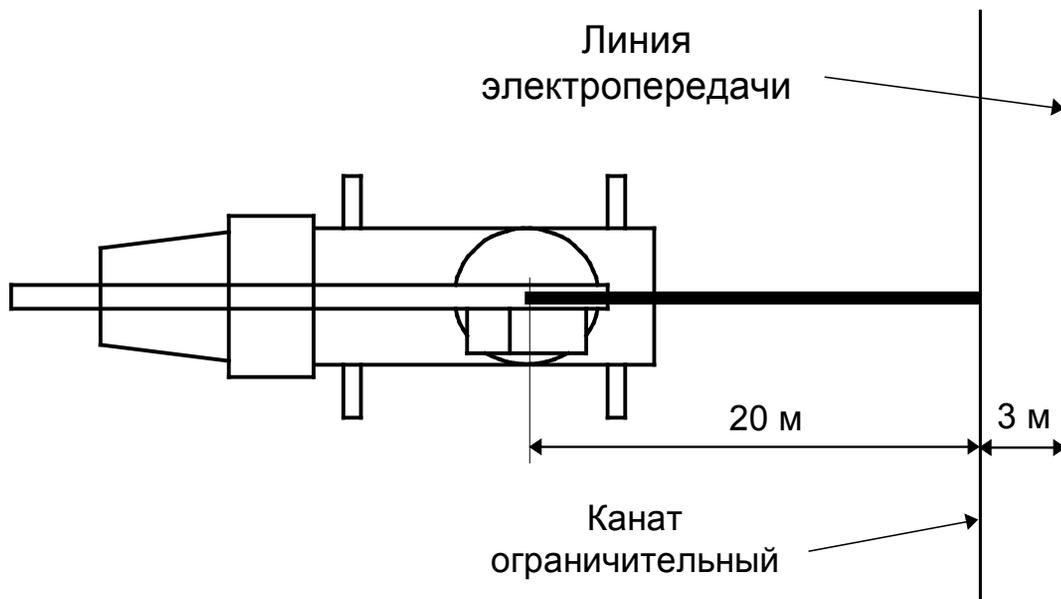

Рисунок 6 - Проверка срабатывания МЗОНа
4.3.4.2.1 Установить на площадке машину (стрела находится в транспортном положении) перпендикулярно линиям электропередачи на расстоянии  $12 \pm 1$  м от оси вращения крана до воображаемой вертикальной плоскости, проходящей через ограничительный канат макета ЛЭП (см. рисунок 6).